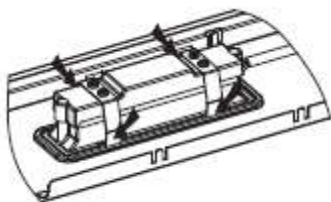
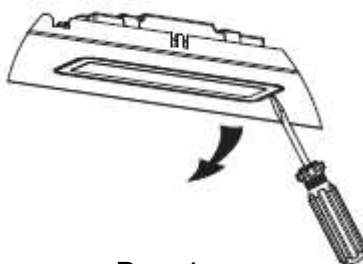

Рис. 3.
Рис. 4.
- Способ 1. Вручную или с помощью инструмента отожмите ушки с обеих сторон блока подсветки, пока блок не отожднется наружу. См. рис. 3. Затем слегка вытащите провод. См. рис. 4.
- Способ 2. Подденьте плоской отверткой блок подсветки, см. рис. 5, затем слегка вытащите провод, см. рис. 4.